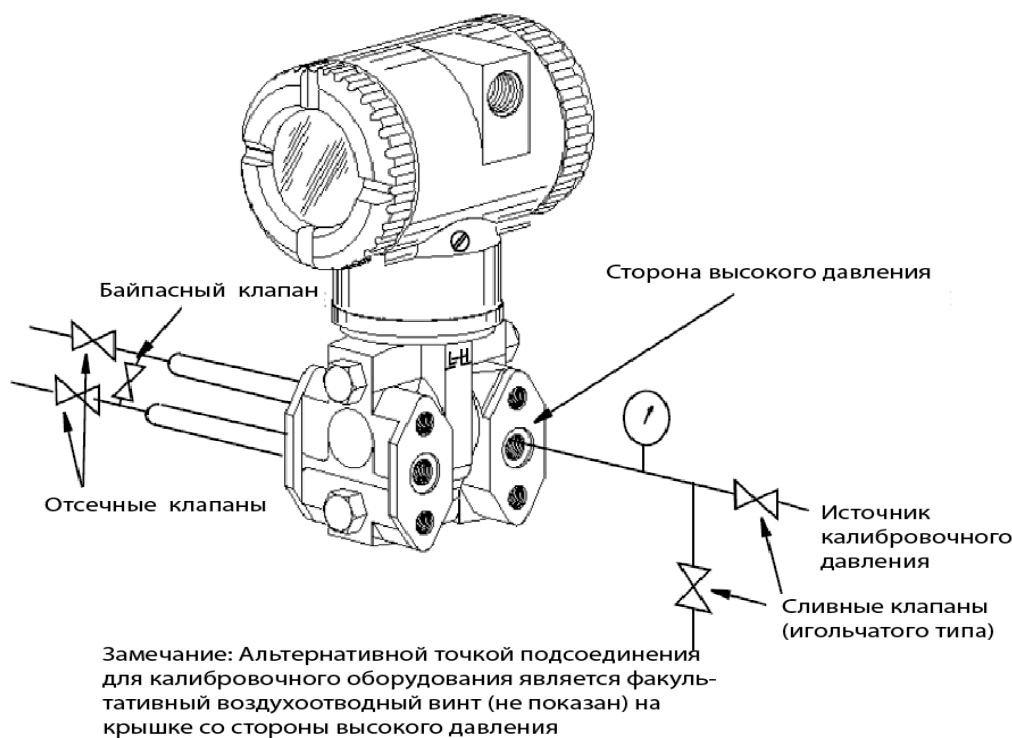

Рисунок 33. Схема выполнения полевой калибровки
4. Закончите подключение, как показано на рис. 33.